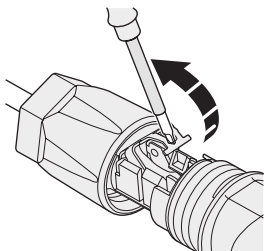

Fig. 48. Apertura del soporte de sujeción.
3. Usar un destornillador de cabeza plana para abrir el soporte de sujeción en el conector, como se muestra en la Fig. 48.